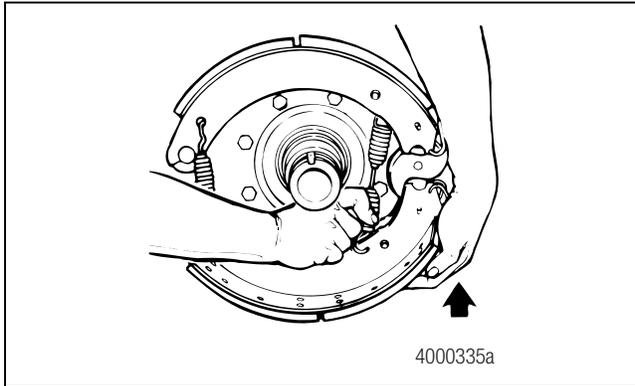

Figure 3.4
- Soulever le segment de frein inférieur pour libérer la tension du ressort de rappel de segment de frein. Figure 3.4.